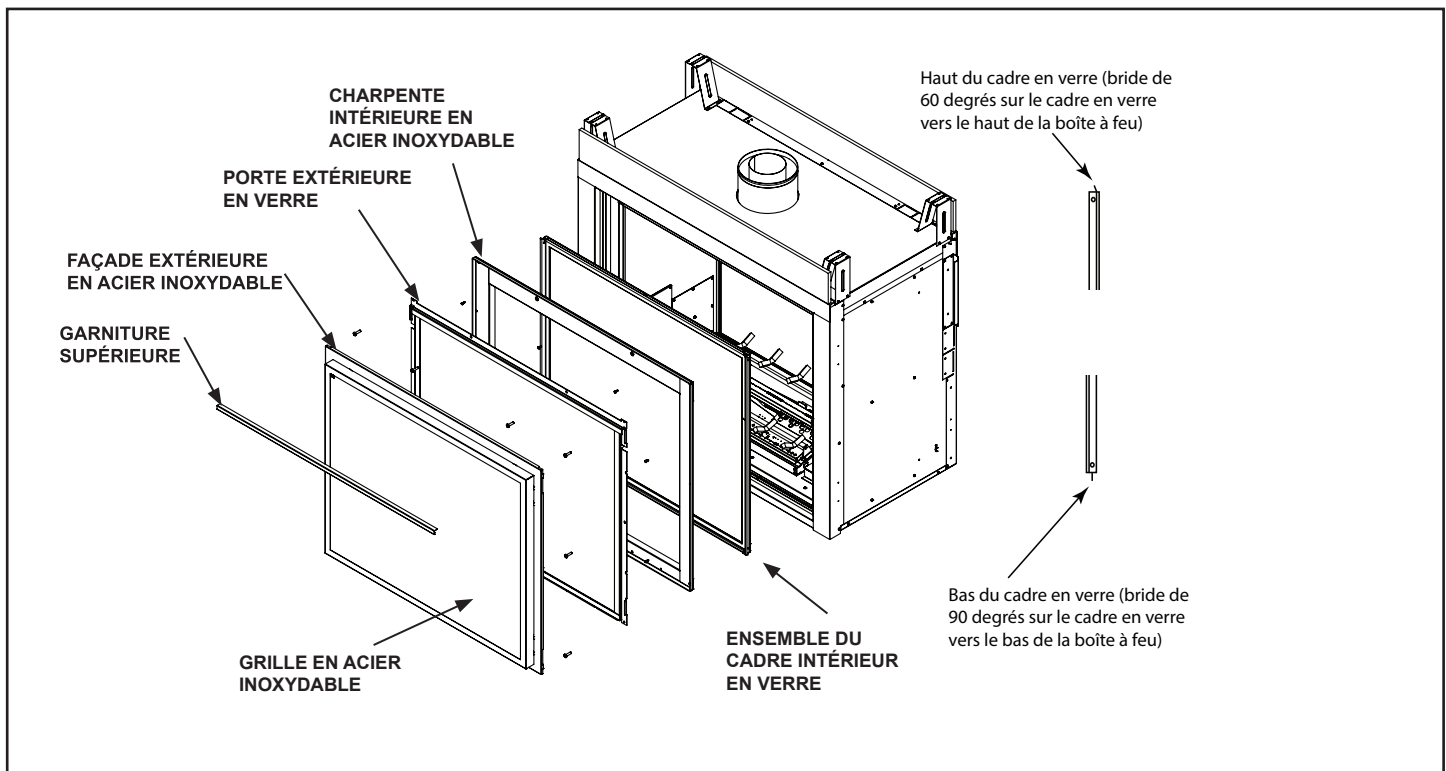

Figure 10.6 Retrait de la barrière de sécurité et du cadre en verre
1. Retirez la garniture supérieure située en haut de la façade extérieure en acier inoxydable (voir figure 10.6).
2. Retirez la face décorative en acier inoxydable en la soulevant et en la dégageant. Voir la figure 10.6.
3. Retirez l'ensemble de la porte vitrée extérieure en desserrant les quatre boulons supérieurs, les deux boulons latéraux et les deux boulons d'angle inférieurs. Desserrez les deux boulons inférieurs du milieu, mais ne les retirez pas complètement afin de mieux soutenir l'ensemble. Voir la figure 10.6.
5. Retirez le cadre intérieur en acier inoxydable en desserrant les deux boulons de la machine situés en bas et les dix vis en acier inoxydable qui fixent le cadre intérieur à la façade en acier inoxydable. Retirez le cadre intérieur. Voir la figure 10.6.
6. Retirez le cadre intérieur en verre en déverrouillant les trois loquets situés en haut de la boîte à feu. Inclinez le cadre en verre de manière à l'éloigner de l'appareil. Soulevez le cadre en verre pour le retirer de l'appareil. Voir la figure 10.6.